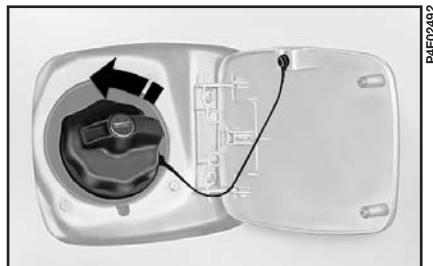

рис. 93
**2)** Вращать пробку, пока она не снимется (**рис. 93**).
Пробка прикреплена к дверце специальным тросиком (**рис. 93**), поэтому потерять ее невозможно.